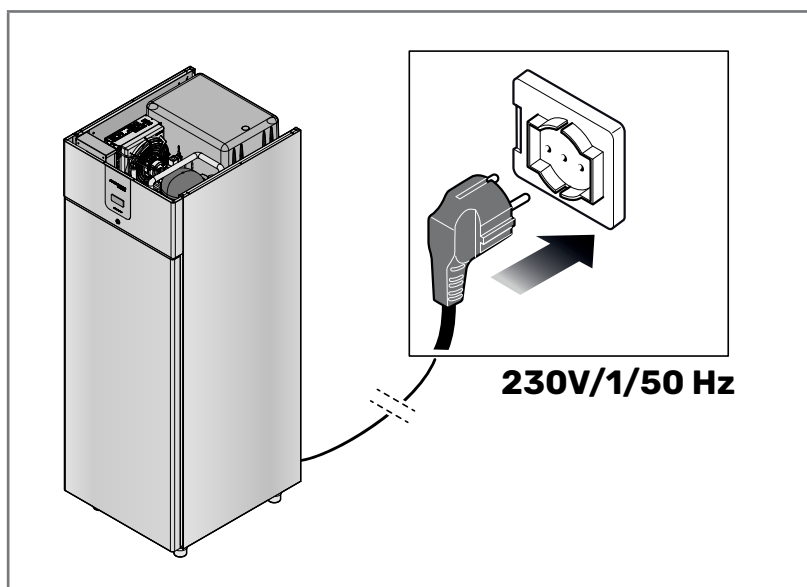

Fig 2.3 - Monophasée
- **Monophasée 230 V/1/50 Hz** (Fig. 2.3) avec câble d'alimentation et fiche Schuko préinstallés. Pour brancher l'appareil, il suffit d'insérer la fiche dans une prise adaptée et facilement accessible. Il est recommandé que l'installation électrique soit équipée d'un disjoncteur différentiel magnéto-thermique en amont, capable d'interrompre automatiquement le flux de courant en cas de surintensité.